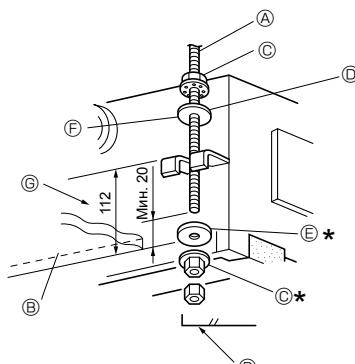

Рис. 2-7
1. Заранее насадите шайбы ① ② (входят в комплект) и соответствующие гайки (приобретаются на месте) на подвесной болт. (Рис. 2-7)
* Выполните эту операцию в следующей последовательности (начиная сверху): гайка, шайба с изоляцией ②, шайба без изоляции ①, 2 гайки.
* Расположите шайбу с изоляцией ② таким образом, чтобы изоляция была обращена вниз, как изображено на рисунке.
2. Поднимите прибор и установите его на место, правильно отцентровав по отношению к подвесному болту. Пропустите скобу между шайбами ① и ②, которые уже на месте, и закрепите гайки. Повторите данную операцию в четырех точках.